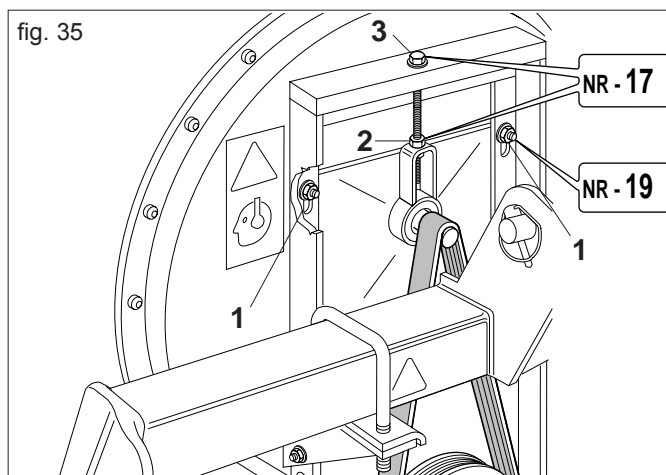

fig. 35
- Aflojar los tornillos (1 Fig. 35).
- Aflojar la tuerca (2 Fig. 35).
- Poner en tracción la correa apretando el tornillo (3 Fig. 35).